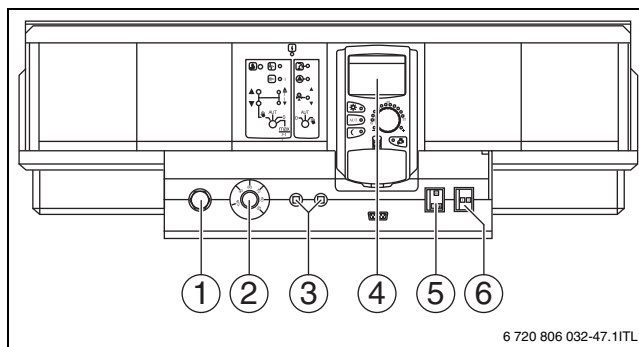

Рис. 3 Система управления, здесь Logamatic 4321
Включите котёл пусковым выключателем на системе управления (рис. 3: Logamatic 4321). При включении системы управления запустите горелку в автоматическом режиме. Затем горелка может стартовать от системы управления.
Выключите котёл пусковым выключателем на системе управления (например, Logamatic 4321, → рис. 3, стр. 6). При выключении системы управления горелка выключается автоматически.
- ▶ Установите пусковой выключатель (→ рис. 3, [2]) в положение "0" (ВЫКЛ).